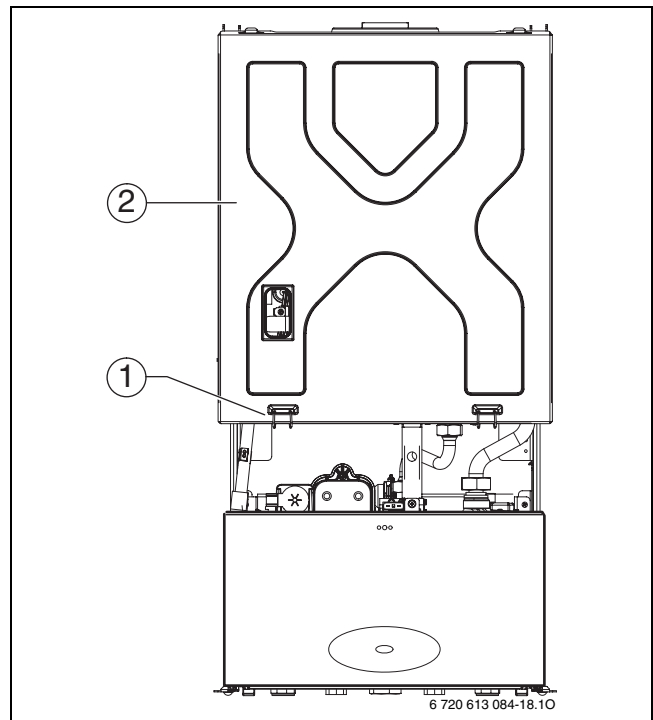

Fig. 55 Abrir la cámara de combustión
- ▶ Retirar las dos pinzas (1) y levantar la tapa de la caja de aire (2) hacia arriba (→ fig. 55).